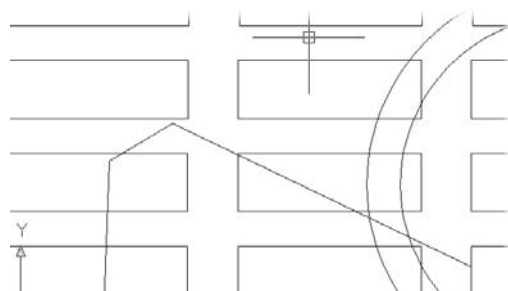

Figure 3.134
4. Après chanfreinage, on obtient le résultat visible à la Figure 3.134.